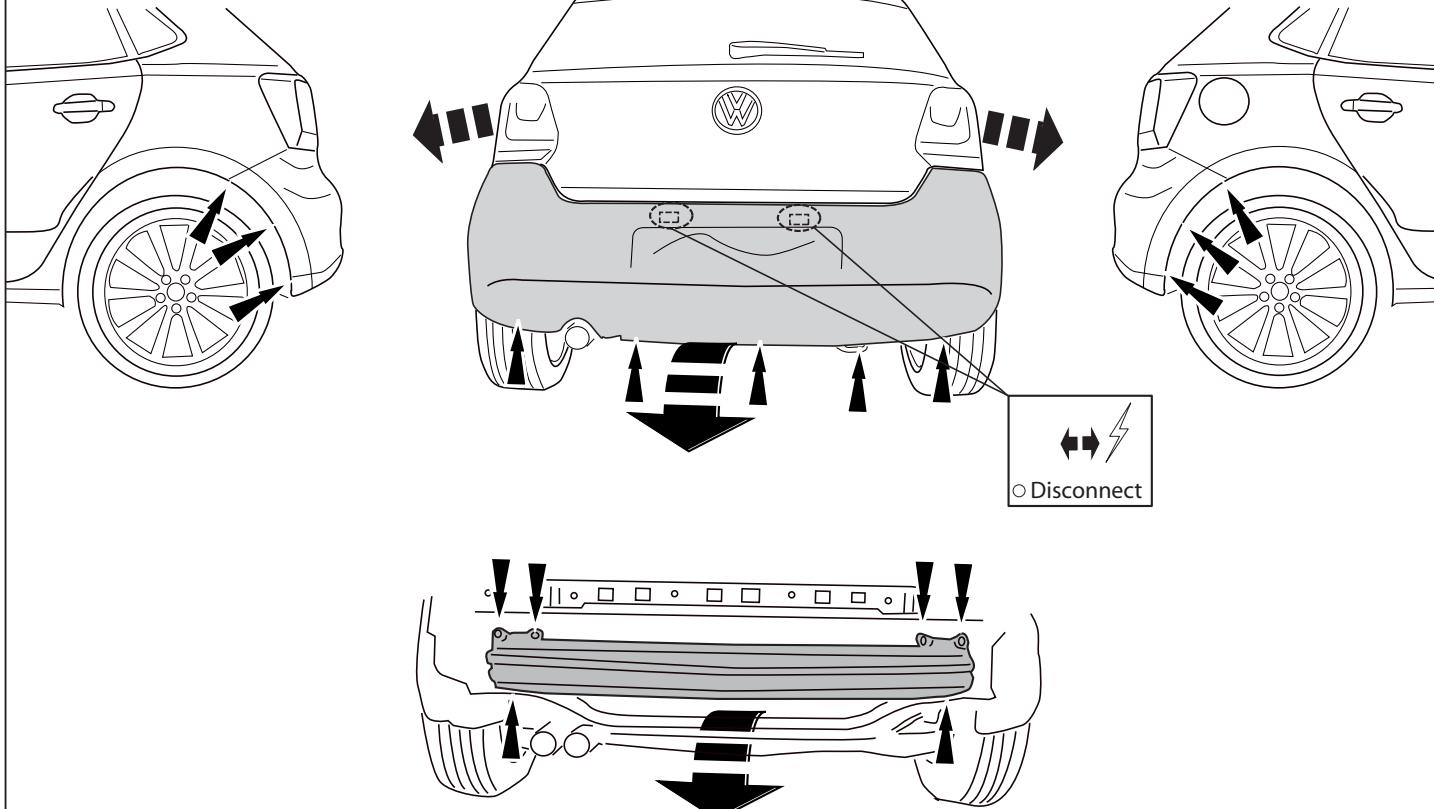

Fig. 1
2. Снять бампер вместе со стальным буферным бруском автомобиля буферный брус больше не понадобится. Поставить болты на место. См. рисунок 1,1а.